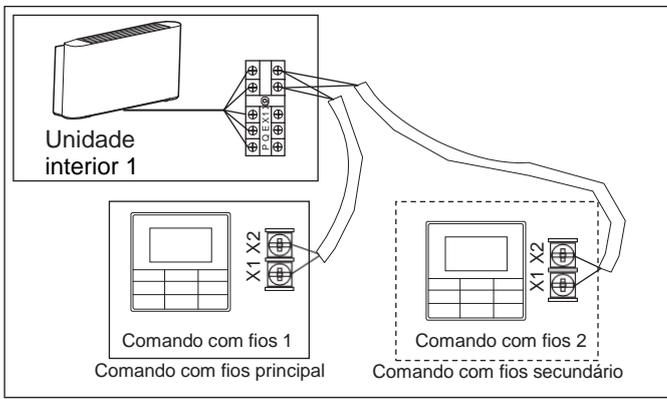

Figura 6.7
- Use 1 comando com fios para controlar 1 unidade interior ou 2 comandos com fios (um primário e um secundário) para controlar 1 unidade interior (ver Figura 6.7);